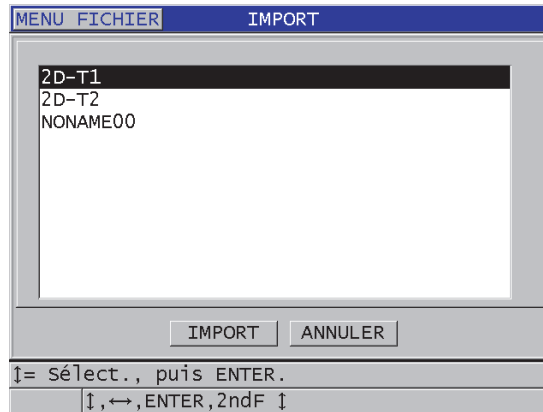

Figure 14-9 Exemple d'écran IMPORT
6. Dans l'écran **IMPORT** (Figure 14-9 à la page 294), faites ce qui suit :